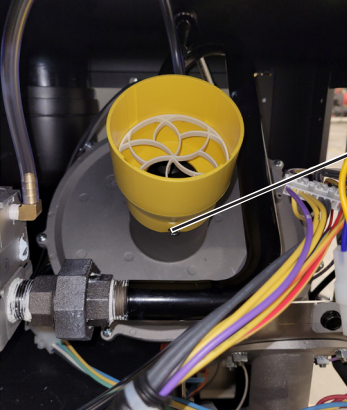

Figura 6.
8. **SUSTITUYA EL ORIFICIO DE AIRE AMARILLO POR UN NUEVO ORIFICIO AZUL:** Desconecte todas las tuberías conectadas al orificio de aire amarillo. Use una llave de tubo de 5/16" o una carraca con llave de tubo de 5/16" para retirar los tornillos hexagonales del orificio de aire amarillo. Deseche el orificio de aire amarillo. Consulte la figura 6.
Retire las tuberías conectadas al orificio de aire. Use una llave de tubo o de vaso de 5/16" para retirar los dos tornillos hexagonales del orificio de aire que lo sujetan. Consulte la figura 6.